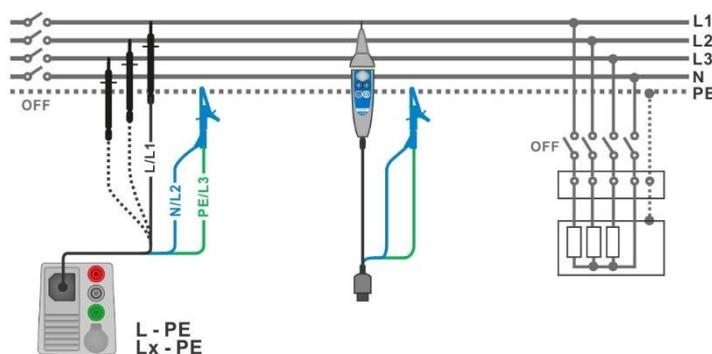
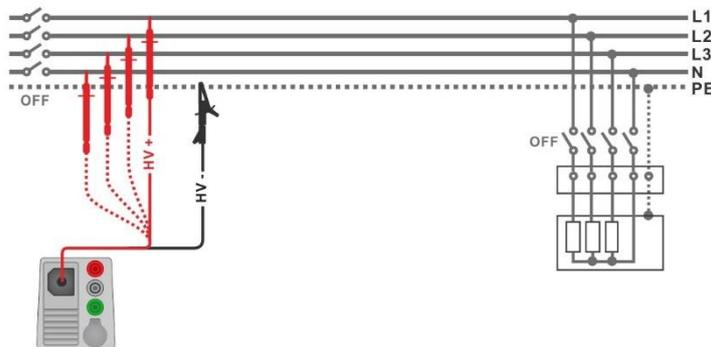

Figura 7.14: Conexión de una punta de prueba de tres hilos y la Punta Commander ($U_N \leq 1 \text{ kV}$)
Figura 7.15: Conexión de punta de prueba de 2,5 kV ($U_N = 2,5 \text{ kV}$)
- ▶ Conecte las puntas de prueba al objeto a prueba, vea la **Figura 7.14** y **Figura 7.15**. Debe utilizarse otro cable de prueba para las pruebas con tensión nominal $\leq U_N 1000 \text{ V}$ y $U_N = 2500 \text{ V}$. También utilizarse bornes de prueba diferentes. Se pueden usar la punta de prueba estándar de tres hilos, el cable de prueba schuko o el Enchufe / Punta Commander para la prueba de aislamiento con tensiones nominales de prueba de $\leq 1000 \text{ kV}$. Para la prueba de aislamiento de 2500 V , se debería usar la punta de prueba de $2,5 \text{ kV}$ de dos hilos.